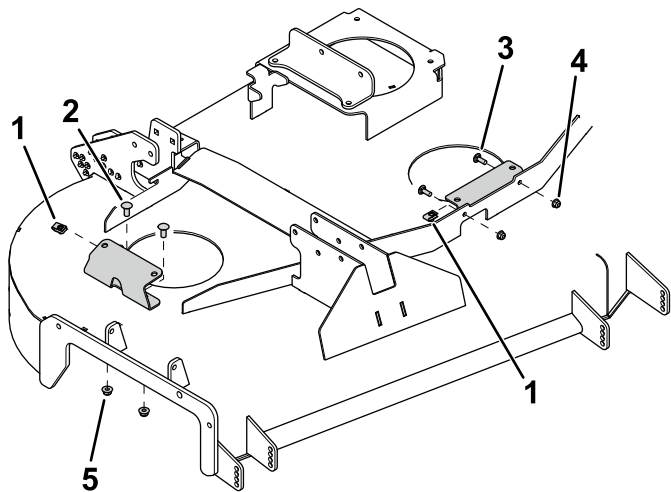

Figura 7
2. Utilizzate 4 bulloni a testa tonda e 4 dadi ($\frac{3}{8}$ ") per fissare le staffe dei copricinghia laterali all'apparato di taglio (Figura 7).
3. Utilizzate 2 dadi ($\frac{5}{16}$ ") e i bulloni a testa tonda precedentemente rimossi per fissare la staffa del copricinghia centrale all'apparato di taglio (Figura 7).
4. Posizionate i dadi a U sulle staffe dei copricinghia, come illustrato nella Figura 7.